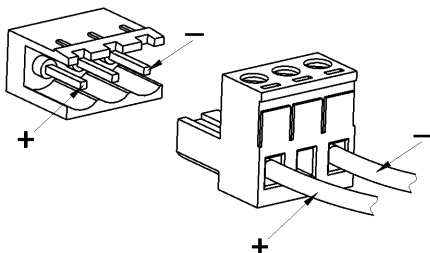

Рисунок 6. Пример подключения нагрузки к выходу =12В
- Подключить к выходным розеткам изделия кабели питания нагрузок (см. рисунок 2 и рисунок 6). Для удобства подключения/отключения нагрузок к низковольтным выходам, выходные колодки для них выполнены разъемными. До подключения кабелей нагрузок к изделию следует выключить нагрузки.